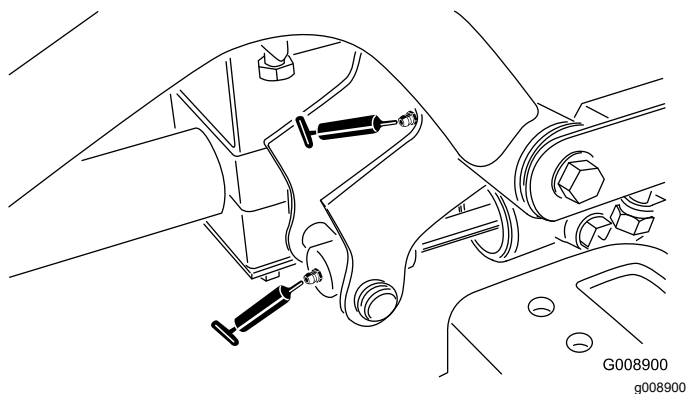

Figura 62
- Pivote y cilindro de elevación del brazo de elevación delantero derecho (2) (Figura 62)